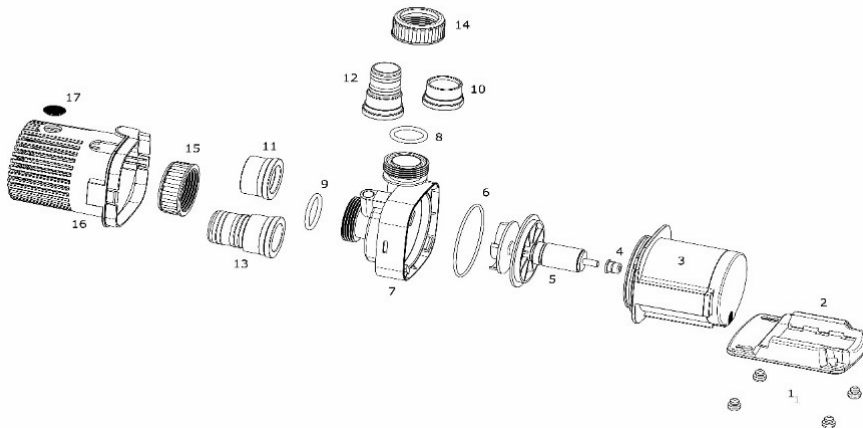

Fig. 2.: AC Runner 3.2
- **AC Runner – Voor onderdelen, zie Fig. 2 en. 3**